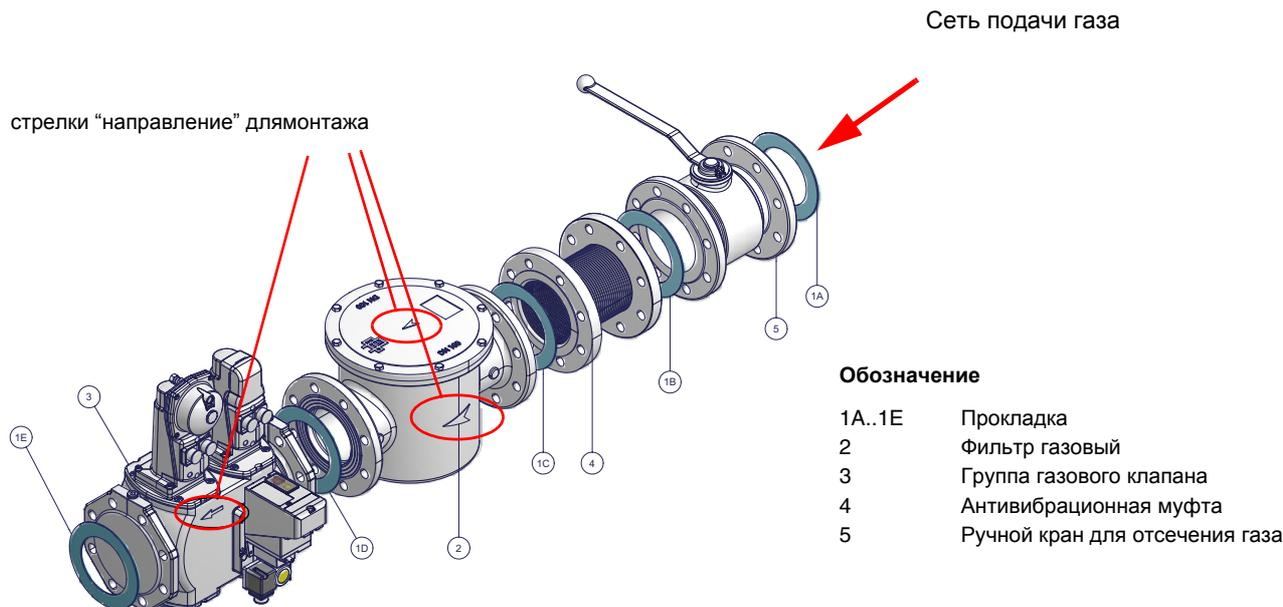

Рис. 6 - Пример газовой рампы
1) при фланцевых соединениях: между соседними компонентами устанавливать прокладку (1A..1E - Рис. 6), совместимую с используемым газом,
ВНИМАНИЕ: после монтажа газовой рампы согласно схеме на Рис. 6, необходимо провести тестирование на герметичность газового контура, согласно требований действующих нормативов.